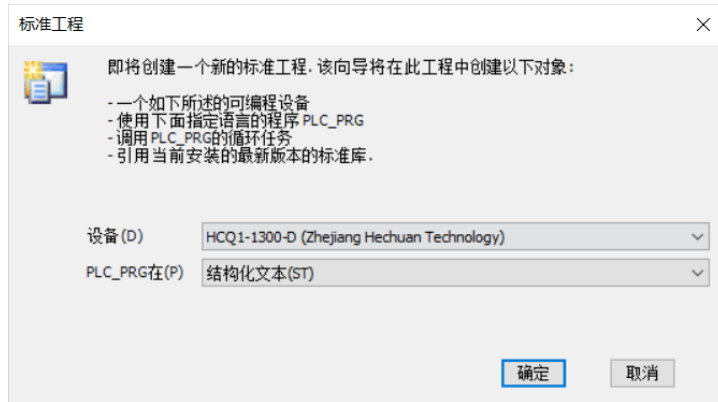

图 13-3 工程详细
3. 设备选择【HCQI-1300-D】，PLC_PRG在(P)选择【结构化文本(ST)】，点击【确定】，如图 13-3 所示。